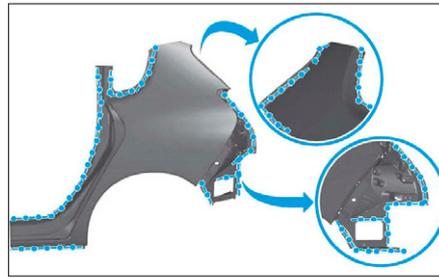

FIG. 167
- Préparer les zones d'accostage et les protéger par un apprêt soudable (Fig.167).